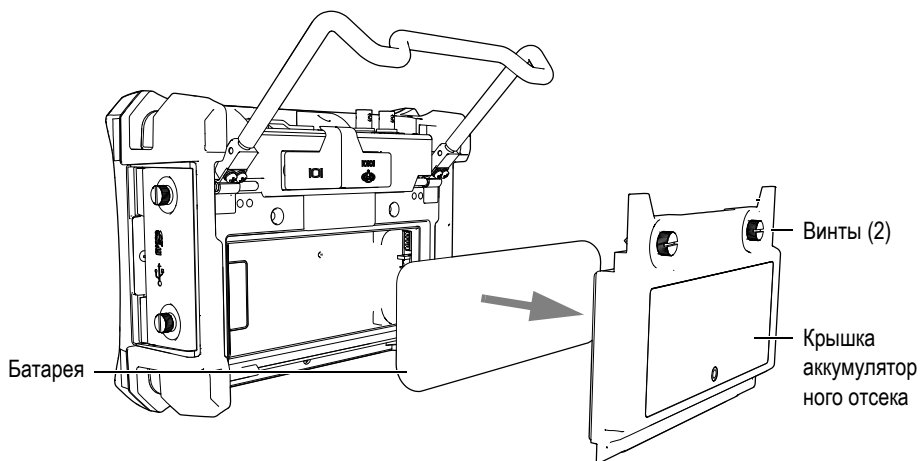

Рис. 1-10 Извлечение литий-ионной батареи
2. Отвинтите два винта на задней стенке прибора и снимите крышку аккумуляторного отсека (см. Рис. 1-10 на стр. 27).
3. Извлеките литий-ионную батарею (если она установлена) [см. Рис. 1-10 на стр. 27].